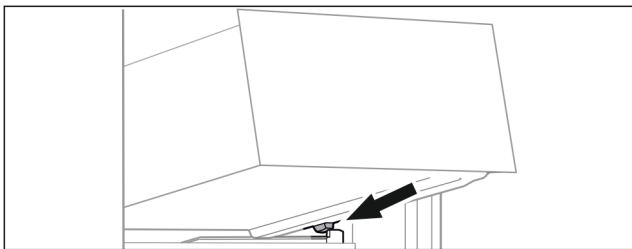

Fig. 60
- ▶ Встановити висувний ящик за стопорами на ребро для резервуару навскоси. (див. Fig. 60)